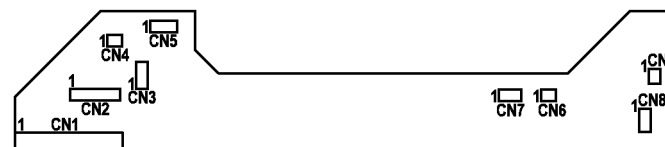

Рисунок 3 PWB интерфейса PCM
- Отсоедините и вновь подсоедините разъем RIS (Рисунок 3).
- Поднимите разъем RIS на 3 мм, чтобы видны были контакты (Рисунок 3).
- Отсоедините разъем RIS (Рисунок 3).